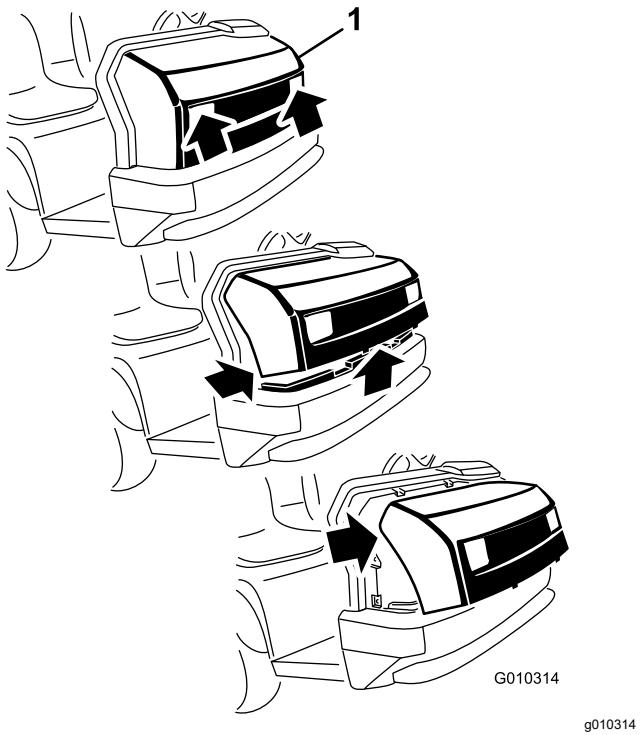

Рисунок 27
- Взявшись за капот в области проемов фар, поднимите его вверх, чтобы высвободить нижние монтажные лапки из пазов рамы (Рисунок 27).
2. Потяните низ капота на себя и вверх, чтобы высвободить верхние монтажные лапки из пазов рамы (Рисунок 27).
3. Потяните верх капота на себя и отсоедините кабельные разъемы от фар (Рисунок 27).
2. Вставьте верхние монтажные лапки в пазы рамы (Рисунок 27).
3. Вставьте нижние монтажные лапки в пазы рамы (Рисунок 27).